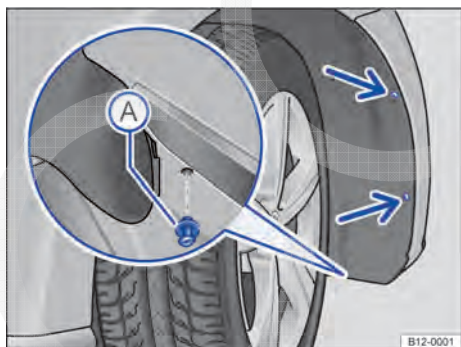

Fig. 147 Na caixa da roda dianteira direita: remover os parafusos de fixação (setas) e remover o rebite de expansão (A).
2. Remover os parafusos de fixação do revestimento da caixa de roda → Fig. 147 (setas) com o auxílio de uma chave de fenda.
3. Remover o rebite de expansão dianteiro inferior do revestimento da caixa de roda → Fig. 147 (A) e retirar completamente.
14. Recolocar o rebite de expansão no revestimento da caixa de roda e no para-lama e pressionar para dentro → Fig. 147 (A).
15. Recolocar os parafusos de fixação → Fig. 147 (setas) e apertá-los.